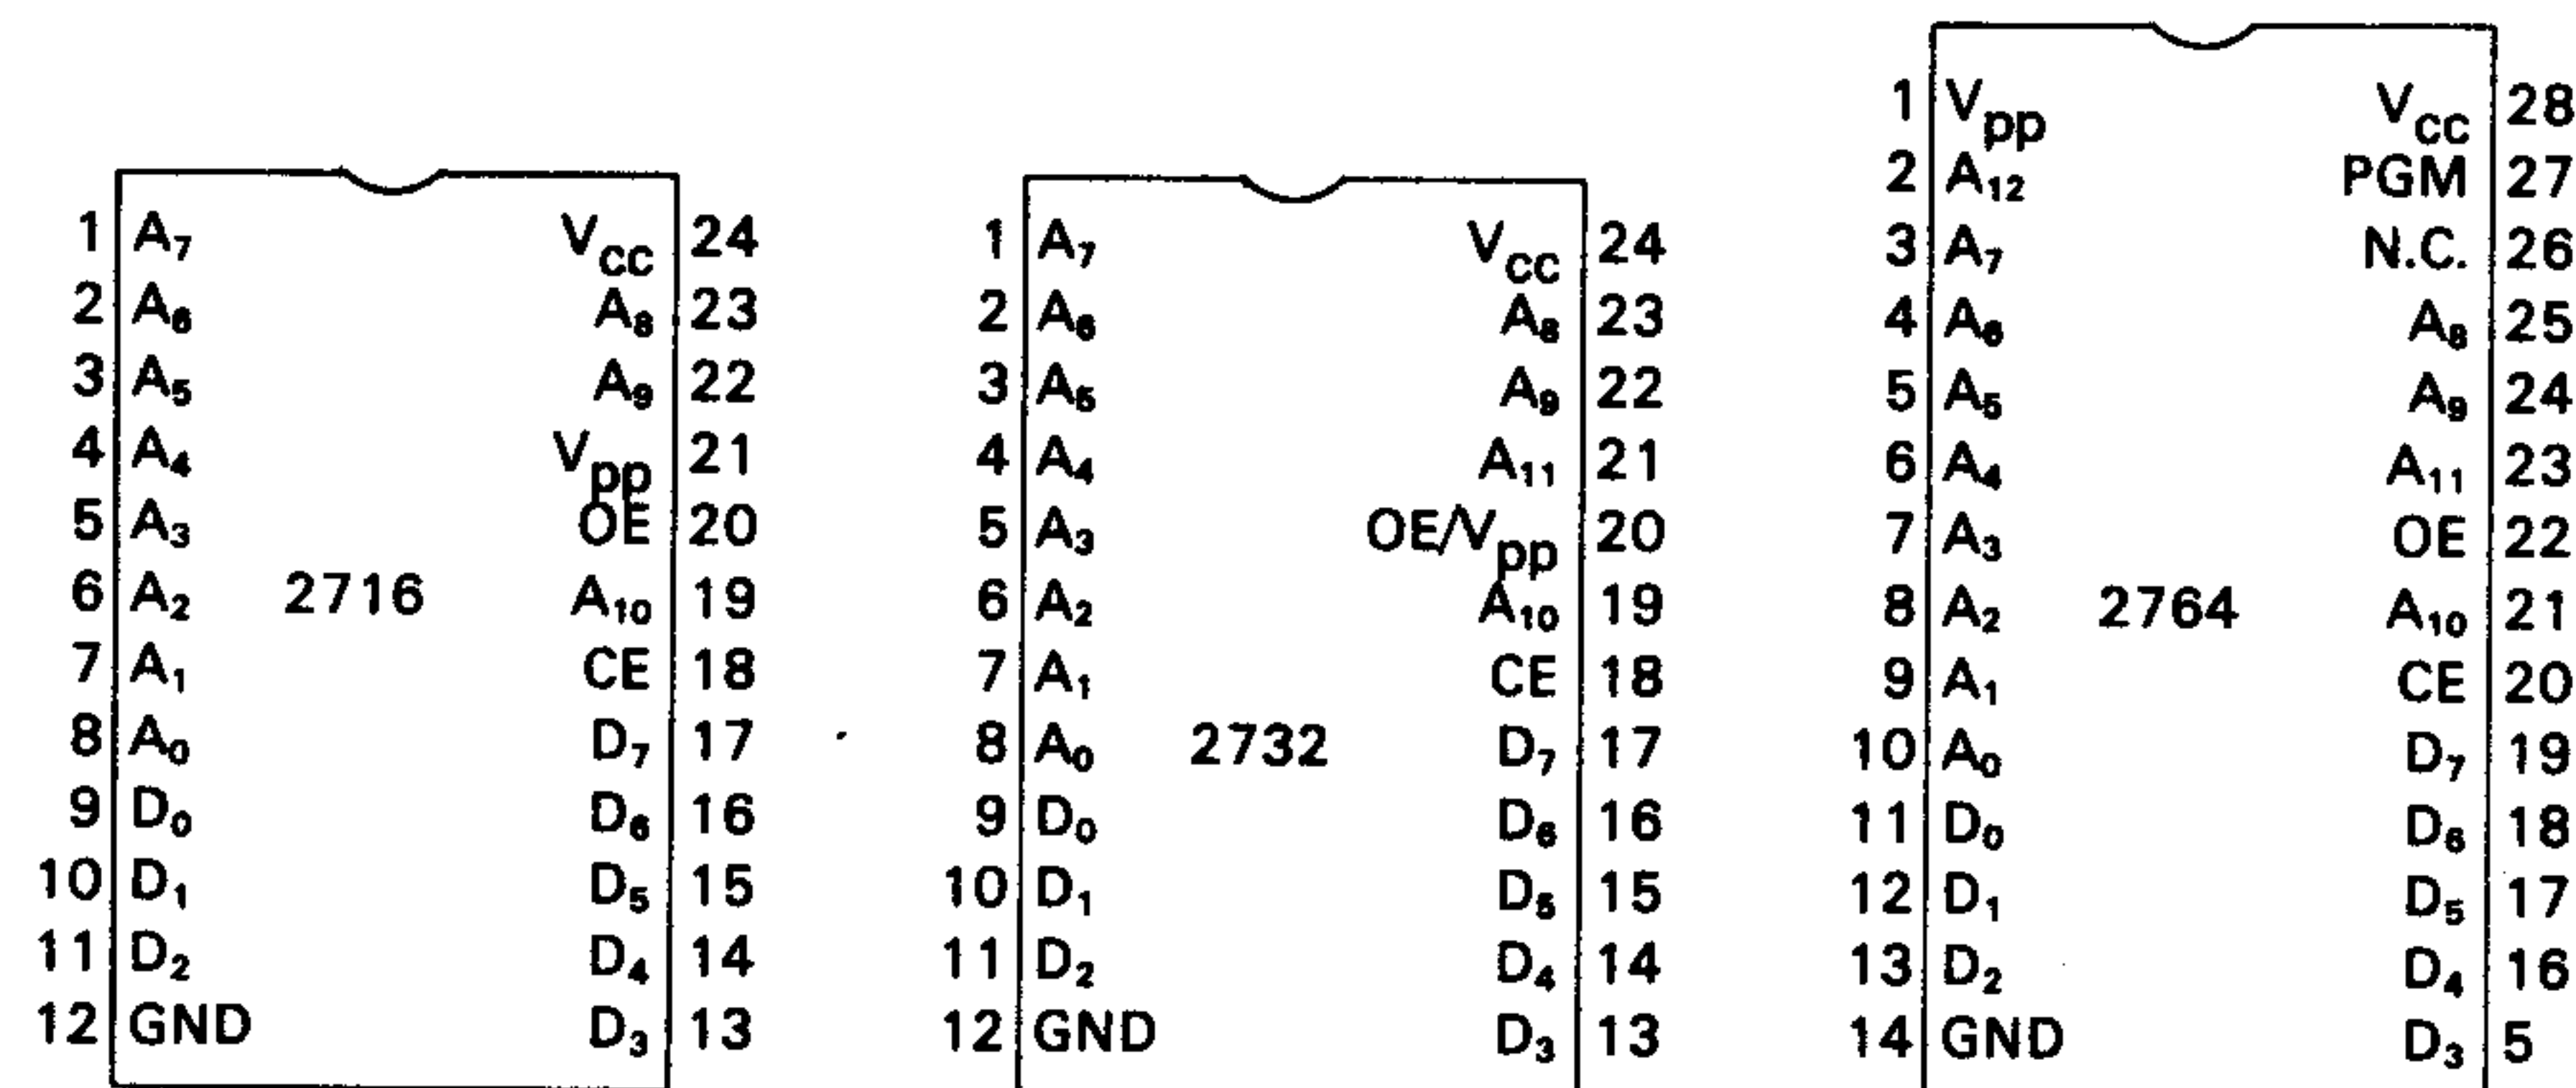

Fig. 2.14. — Brochage des EPROM.
- PB₅ est connecté sur la broche 21 du support. Si on veut lire une 2732, il se comporte comme le bit d'adresse A₁₁. Si on veut lire une 2716, il est alors connecté sur la broche V_{pp} comme le montre la figure 2.14. Il faut le figer à 1 dans ce cas c'est-à-dire mettre le bit n° 5 à 1 ($2^5 = 32$).